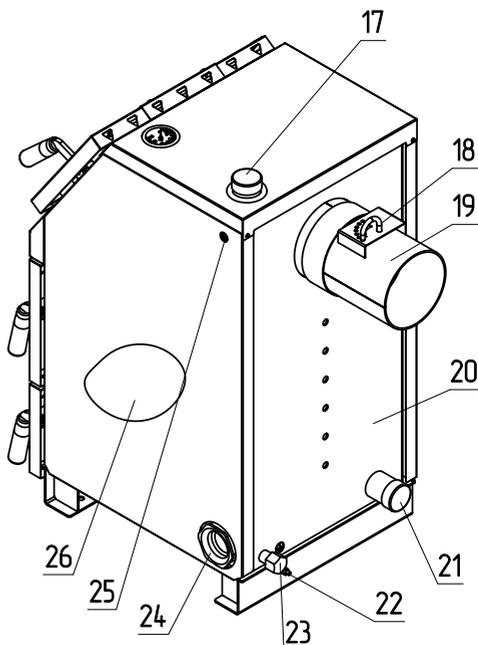

Рис.1 Конструкция отопительного котла
5.1. Котел (рис. 1) состоит из корпуса (поз. 20), топки (поз. 3), теплообменника (поз. 1), дымохода (поз. 19). В нижней части топки находится водоохлаждаемый колосник (поз. 4) и зольный ящик (поз. 5). К передней стенке корпуса котла на осях присоединяются шуровочная дверца (поз. 13), поддувальная дверца (поз. 16), через которые производится растопка котла, чистка колосниковой решетки (поз. 4) и удаление золы из зольника. В поддувальной дверце котла встроена заслонка подачи первичного воздуха (поз. 15) для регулировки подтягивания заслонки применяется ручка (поз. 14). К наклонной части котла на оси присоединяется загрузочная дверца (поз. 12), через которую осуществляется загрузка топлива и чистка теплообменника (поз. 1). Для чистки теплообменника необходимо открыть загрузочную дверцу (поз. 12) и убрать заслонку для чистки теплообменника (поз. 27). Заслонка для чистки теплообменника крепится на петлях, размещенных на корпусе котла (поз. 9). Чтобы снять заслонку необходимо привести ее в горизонтальное положение, потянув за нижнюю часть заслонки, после подать заслонку вверх и потянуть на себя. Чистка теплообменника осуществляется стальным ершиком.
Внимание! Не допускается эксплуатация котла, без установленной заслонки (рис. 1 поз. 27) и зольного ящика (рис. 1 поз. 5). Эксплуатация котла без установленной заслонки и зольного ящика приводит к прогоранию и деформации водонехолаждаемых поверхностей котла и лакокрасочного покрытия. Котел не выходит на номинальную мощность. В случаи нарушений условий эксплуатации котла, рекламации не принимаются.